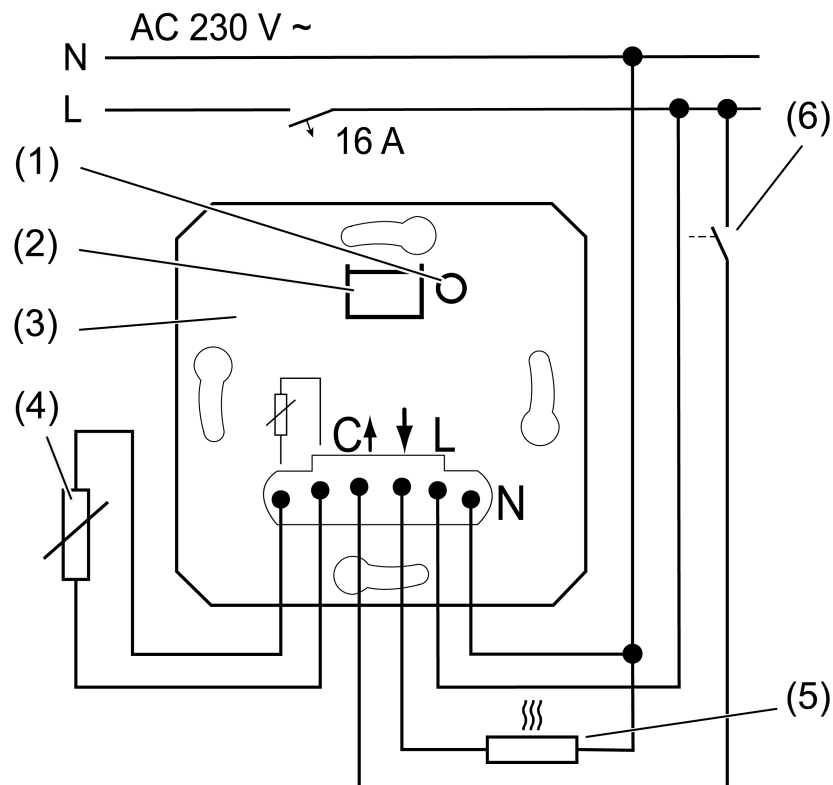
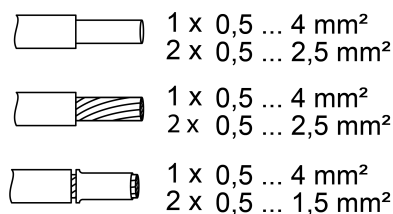

Bild 1: Anschlussbeispiel des Einsatzes
Bild 2: Klemmbarer Leitungsquerschnitt
- Einsatz (3) gemäß Anschlussplan anschließen (siehe Bild 1). Dabei klemmbare Leitungsquerschnitte beachten (siehe Bild 2).
- Optional externen Fernfühler (4) (Zubehör) anschließen.
- i** Durch kurze Betätigung der Taste **TEST** (1) kann die Last geschaltet werden. LED (2) leuchtet bei eingeschalteter Last.